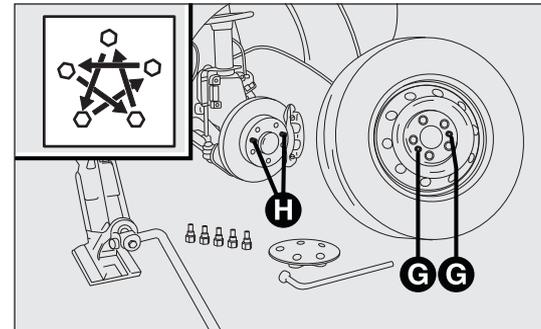

Abb. 161
- das Ersatzrad einbaue und dabei darauf achten, dass die fünf Öffnungen G – Abb. 161 mit den entsprechenden Stiften H übereinstimmen. Beim Einbauen des Ersatzrades kontrollieren, dass die Auflageoberflächen des Rades sauber und ohne Unreinheiten sind, was ein Lockern der Radbolzen verursachen könnte;
- die Radbolzen bis zum Anschlag festziehen, dabei abwechselnd von einer Radschraube zur gegenüber liegenden wechseln, siehe Schema in Abb. 161.